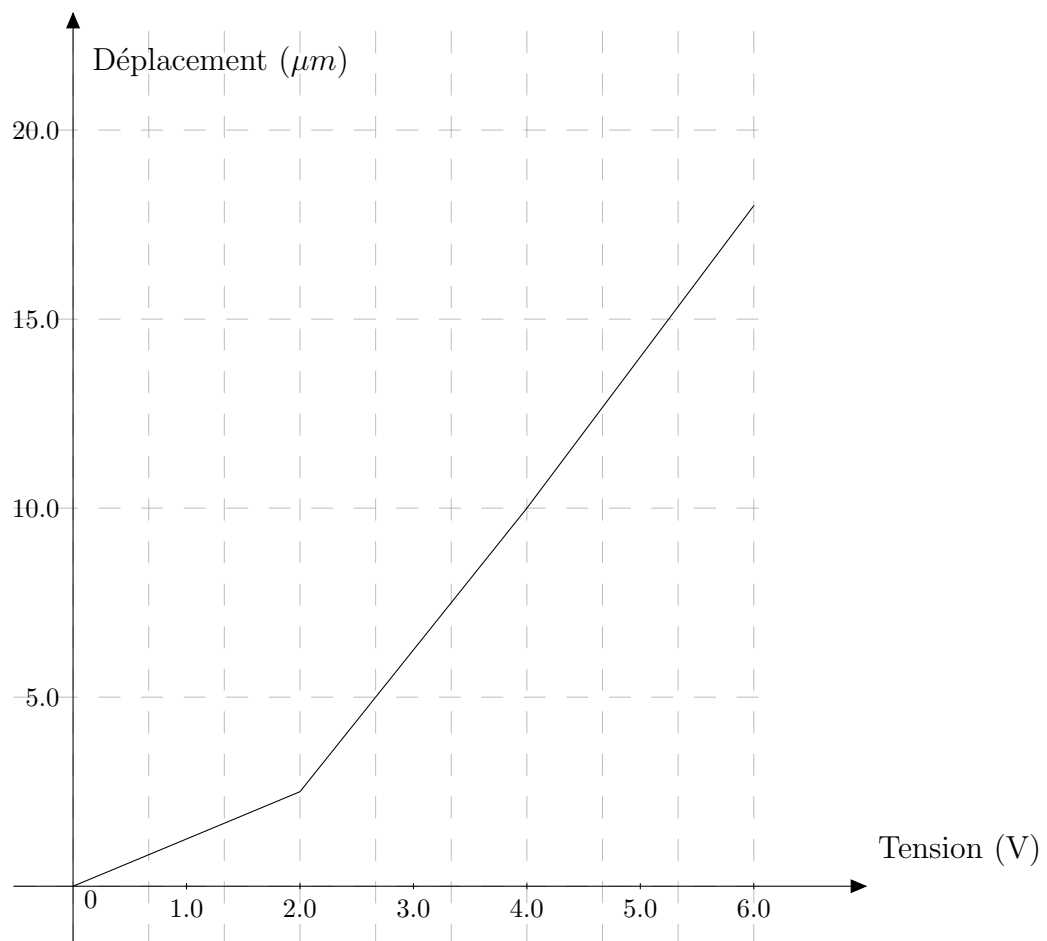

FIGURE 1 – Déplacement de l'image en fonction de la tension appliquée à la micro-lentille.
1. Quelle tension faut-il appliquer au MOEMS de la figure 1 pour avoir un déplacement de l'image de $10 \mu m$?